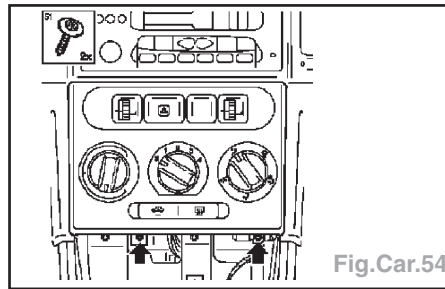

Fig.Car.54
- le bloc de commande (2 fixations) et le tirer vers le haut (Fig.Car.54).